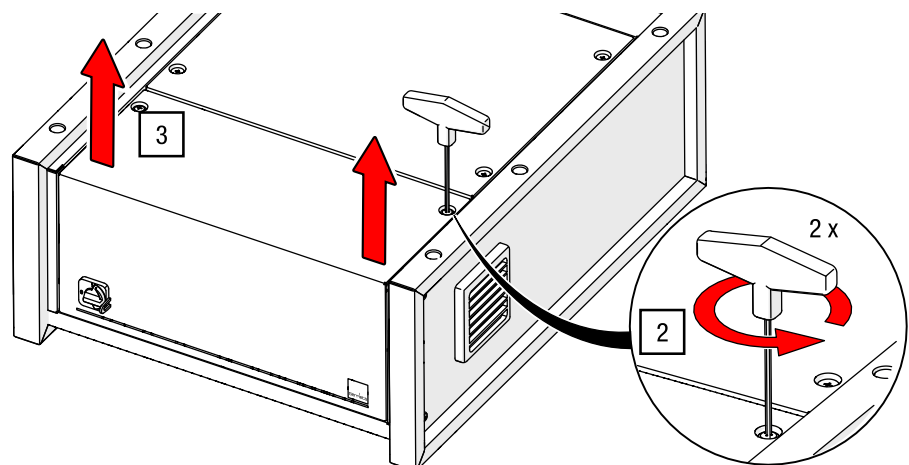

Abb. 16: Bedienfeld lösen und anheben (Steuerungsmodell kann abweichen)
Steuerung G-FRAME	- Das Bedienfeld ist an Frontseite der liegenden Steuerung montiert (siehe Abb. 16) - Die Steuerung ist vom Netz getrennt
- Lösen Sie das Bedienfeld mit dem ISK SW 3 an beiden Seiten (siehe Abb. 16).
- Heben Sie das Bedienfeld von dem Steuerungskasten an (siehe Abb. 16).